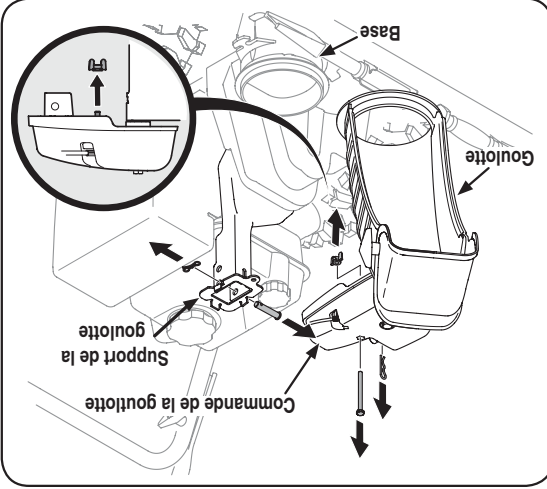

Figure 3-2
8. Fixez l'ensemble de rotation de la goulotte au support de la goulotte avec l'écrou à oreilles, l'axe de chape et la goupille fendue enlevée précédemment. Voir la Figure 3-2.
1. Retirez la goupille fendue, l'écrou à oreilles et la vis hex. qui se trouvent sur la commande de la goulotte ainsi que la goupille fendue et l'axe de chape sur le support de la goulotte. Voir la Figure 3-2.